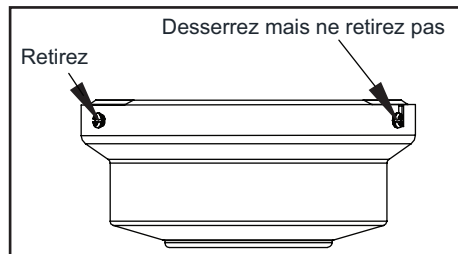

Figure 9
2. Retirez la traverse de la monture en desserrant les quatre vis sur le dessus de la monture. Retirez les deux vis sans empreinte fendue et desserrez les vis à empreinte fendue. Cela vous permettra de retirer la traverse. (Figure 9)